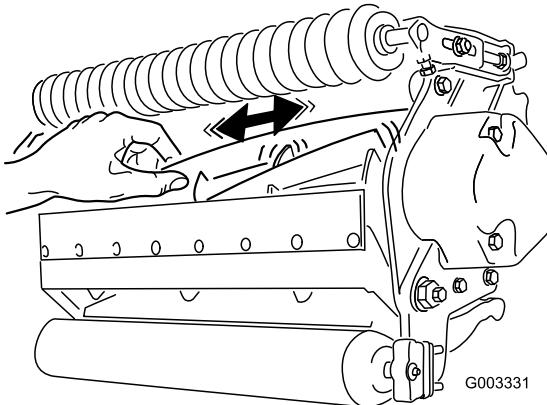

Figura 23
2. Usando un trapo o un guante grueso, sujeté la cuchilla del molinete e intente mover el conjunto del molinete de un lado a otro (Figura 23).